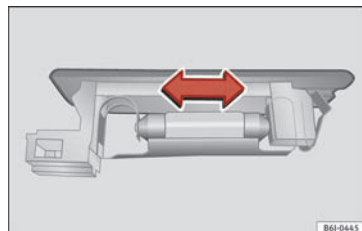

Fig. 120 Bagagerumslampe*
- Tryk pæren til siden, og tag den ud af holderen » Fig. 120.